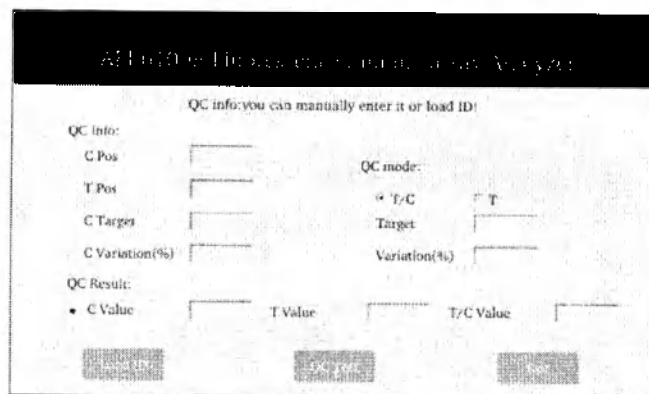

Рис. 26 Проверка качества оборудования
- 4) Войдите в меню настроек и нажмите «Проверка качества оборудования» (Equipment Quality Inspection), чтобы войти в следующее меню, изображенное на Рис. 26.